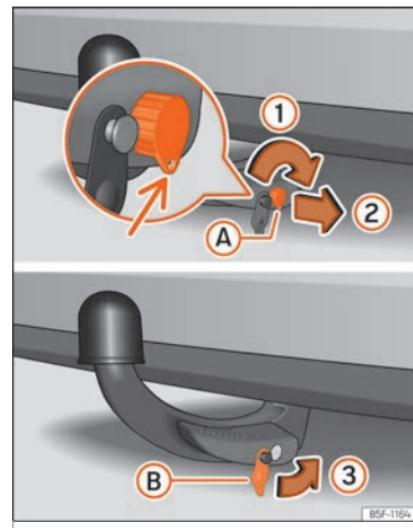

Fig. 186 Colocación del gancho de remolque. Paso 2
- Gire la llave hacia la derecha justo media vuelta, hasta que el agujero de la llave quede abajo **»» fig. 186** ①.
- Extraiga la llave ②.
- Coloque la tapa B en la cerradura ③ **»» fig. 186** **»»** ④.